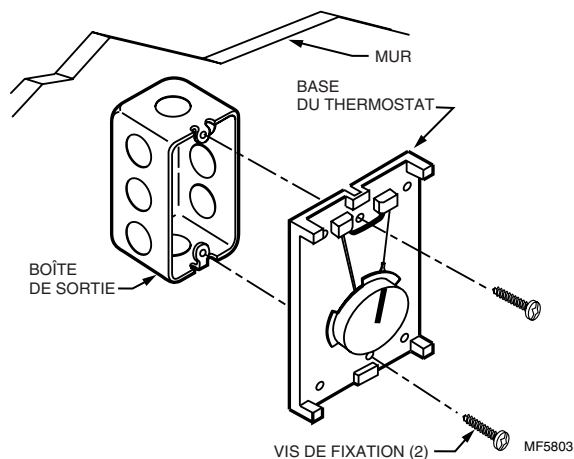

Fig. 4. Installation du thermostat sur la boîte de sortie.
8. Installer le thermostat dans la boîte de sortie. Resserrer les deux vis de fixation (comprises) pour fixer le thermostat en place en évitant d'exercer une trop forte pression sur le cadran de réglage. Voir la Fig. 4.
7. Installer le thermostat dans la boîte de sortie. Resserrer les deux vis de fixation (comprises) pour fixer le thermostat en place en évitant d'exercer une trop forte pression sur le cadran de réglage. Voir la Fig. 4.